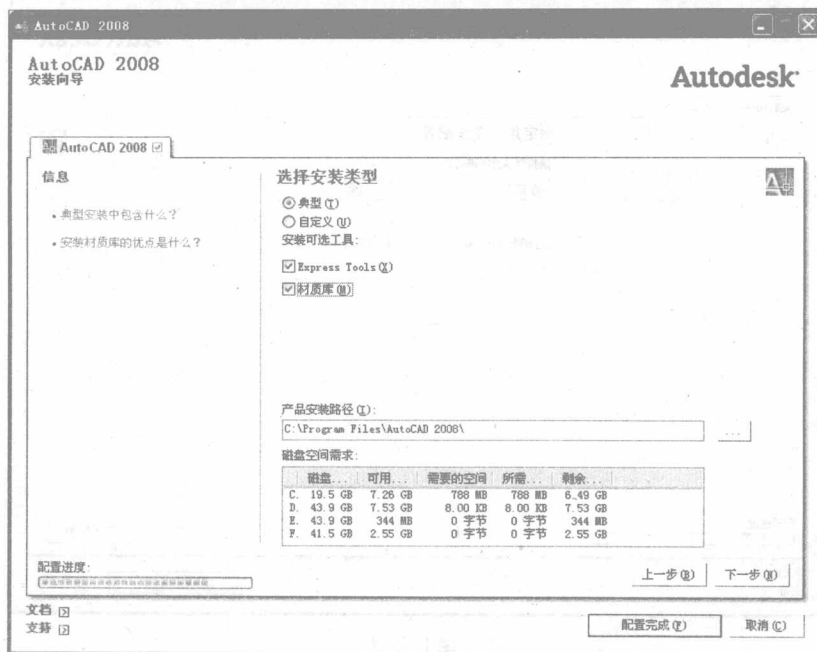

图 1-2-9
(10) 在对话框中,选择安装类型为“典型”,安装可选工具选中“Express Tools”和“材质库”,点击“下一步”按钮,如图1-2-9所示。